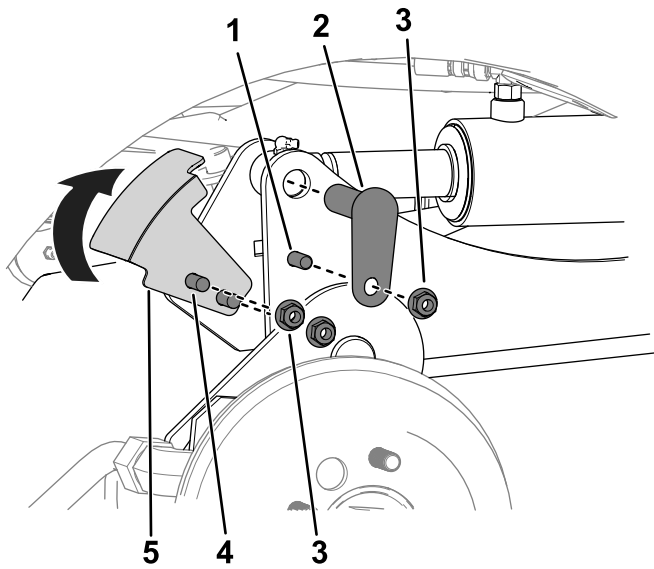

Figura 12
4. Fije cada extremo de varilla de cilindro a cada brazo de elevación con un pasador pequeño, pernos ( $\frac{3}{8}$ " x  $1\frac{1}{4}$ " y una tuerca ( $\frac{3}{8}$ "), tal y como se muestra en la Figura 12.
5. Fije el soporte del sensor al brazo de elevación derecho con 2 pernos de cuello cuadrado y 2 tuercas ( $\frac{3}{8}$ "), tal y como se muestra en la Figura 12.
Al instalar el soporte del sensor, gire el soporte hacia arriba (tal y como se muestra en la Figura 12) antes de fijarlo con abrazaderas.